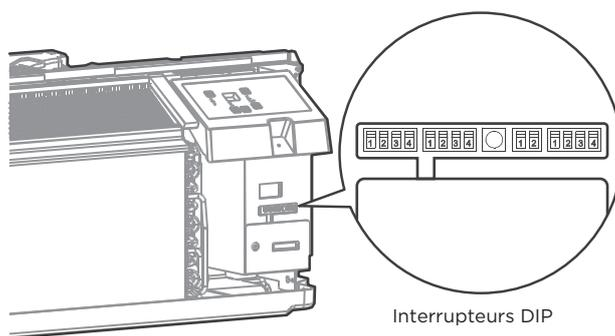

Fig. 3
- Les interrupteurs DIP sont accessibles sans ouverture de la boîte de commande. Voir Fig. 3